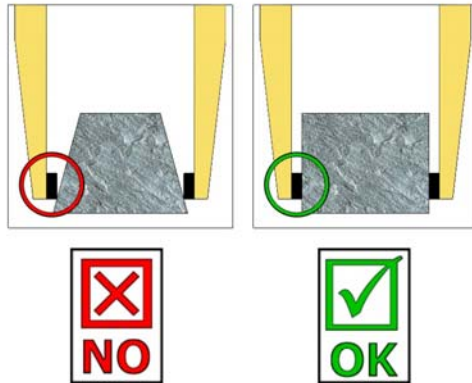

Abb. 1
- Transport von **konischen** und **runden** Greifgütern, da dabei Abgleitgefahr besteht. (→ Abb. 1)